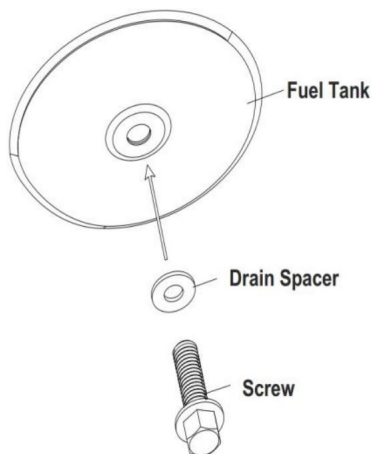

Fig.7 Sätt tillbaka dräneringspluggen
4. För att byta ut, tryck in dräneringshuvudet helt i dräneringshålet och fäst genom att trycka in tätningslocket helt in i huvudhålet (se Fig.7)